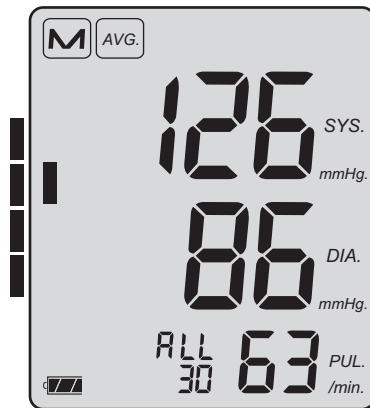

Figura 8
- ➡ Cada 30 mediciones registradas puede consultar el valor medio de su tensión arterial pulsando brevemente la tecla **M con el aparato apagado**. Se mostrará la media de todos los valores guardados (ALL). Pulsando de nuevo la tecla M se mostrará el valor medio de todas las mediciones realizadas entre las 0:00 y las 11:59 horas (AM) y posteriormente el valor medio de todas las realizadas entre las 12:00 y las 23:59 horas (PM). Junto a la indicación ALL/AM/PM se mostrará el número de mediciones a que corresponde la media (véase la figura 8).
Al mostrar los valores medios, en el borde izquierdo de la pantalla aparecerá un rectángulo oscuro (véase la figura 8) de altura proporcional al valor medio de la tensión arterial. Si utiliza la escala de clasificación adjunta (véase figura 9), podrá determinar el área en la que se encuentra su tensión arterial según los criterios de la OMS (véase página 163).